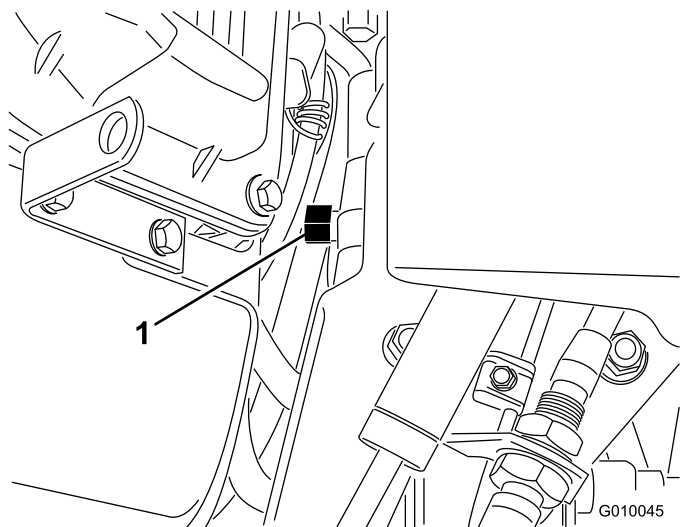

图30
2. 找到发动机与静液压泵之间的旁通阀图30。
3. 使用 16mm 扳手将旁通阀逆时针旋转 1 圈。这样可以让液压油从泵旁通过令车轮可以转动图30。
5. 要再次操作打孔机请将旁通阀顺时针旋转1圈图30。